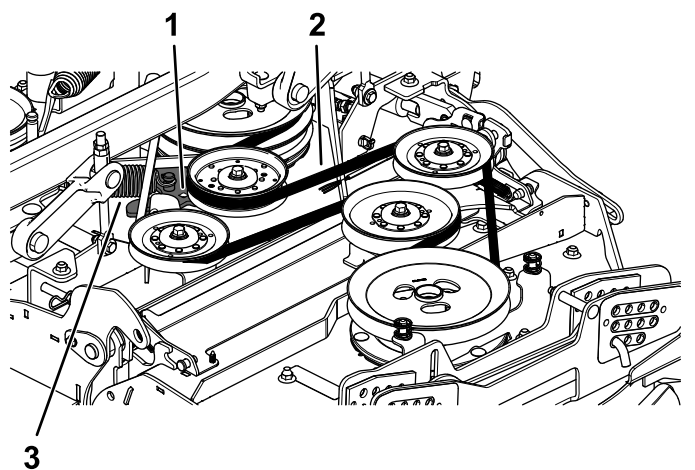

Figure 59
7. Insérez un rochet dans le trou carré du bras de la poulie de tension et faites tourner le bras vers l'arrière pour détendre le ressort de la poulie de tension (Figure 59).
8. Enlevez la courroie des poulies du tablier de coupe (Figure 59).